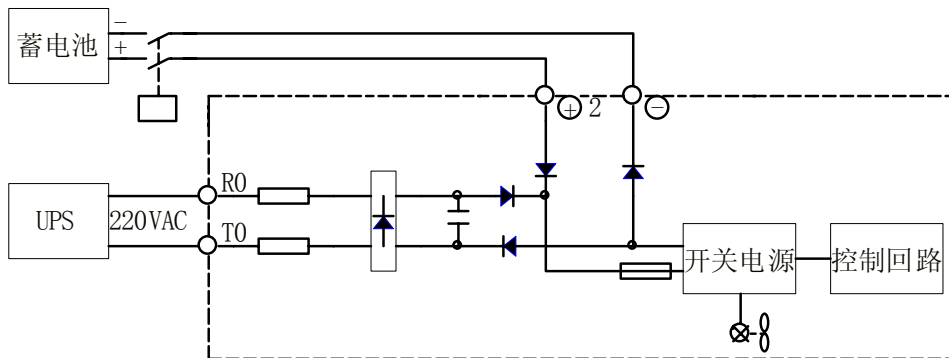

图 3.7 停电时应急电源和蓄电池接线图
- 电梯正常运行时，UPS 的交流 220V 也一直在电梯一体化驱动控制器的 R0、T0 端子上，应急电源的连接方法见图 3.7。